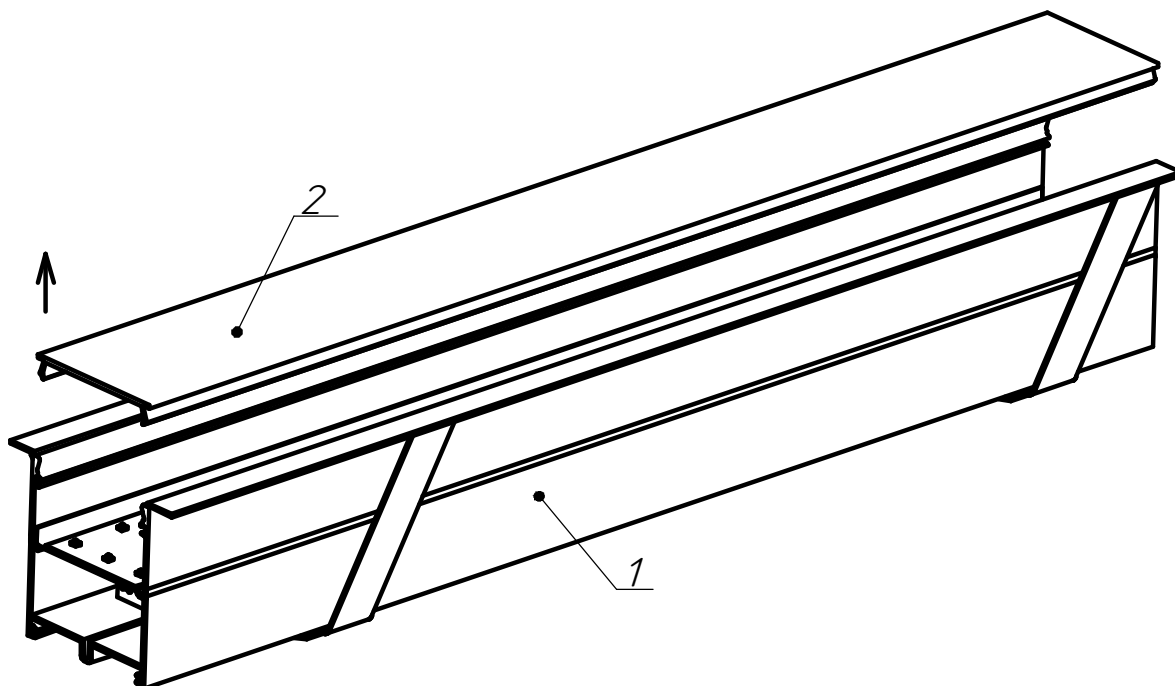
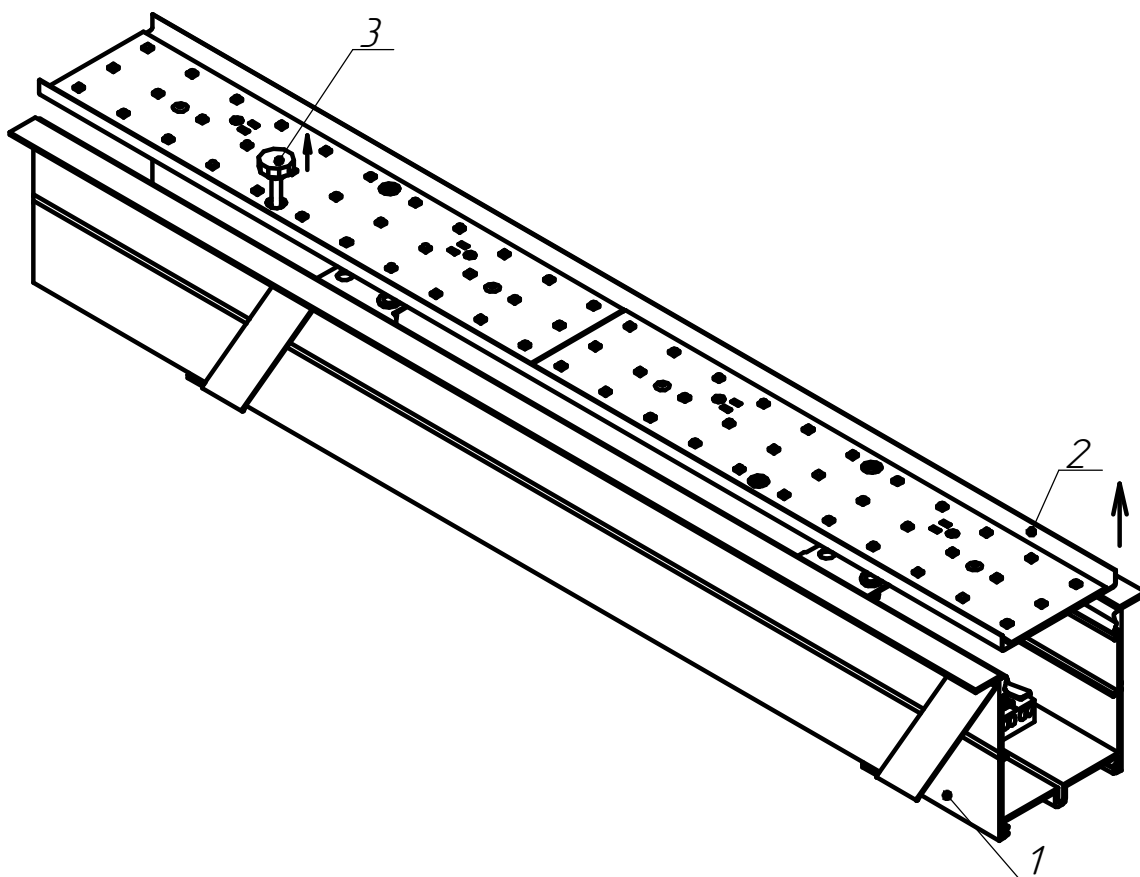

Рисунок 2 - Снятие рассеивателя со светильников ДВО02
Рисунок 3 - Снятие панели со светильников ДВО02
5.3.1 Снять опаловый рассеиватель (см. рисунок 2). Затем демонтировать панель со светодиодными модулями держащийся в корпусе на магнитах, потянув за торцы панели. Когда светильник установлен в потолок, демонтировать панель со светодиодными модулями необходимо при помощи спец-винта М4 (идет в комплекте). Для этого необходимо ввернуть спец-винта М4 в панель и потянуть (см. рисунок 3).